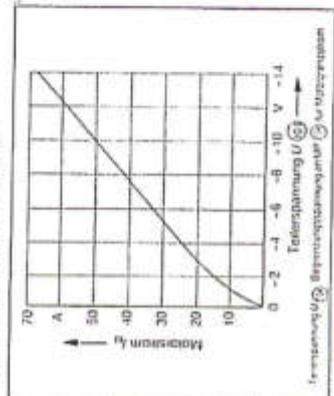

Abb. 9: Spannungsparameter für Motorstromgrenzen
2. Die Grenzstromerreichung kann nach dem Diagramm (Abb. 9) erfolgen, da darf die Angabe auf dem Programmiermodul nicht überschrieben, die dem doppelten arithm. Mittelwert des Motor-Nennstromes entspricht. Dazu Spannung am Meßpunkt 104 (Achse 1), 204 (Achse 2), 304 (Achse 3) mit Trimmer P 104 (Achse 1), P 204 (Achse 2), P 304 (Achse 3) einstellen.